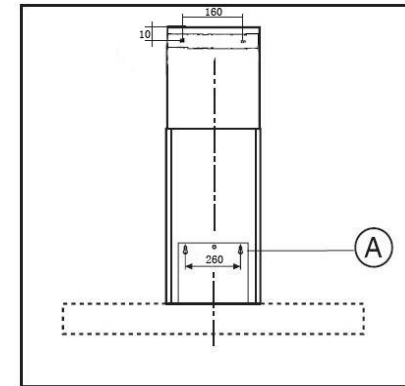

Fig.1
- Realice las dos perforaciones (fig.1) para colgar la campana coincidiendo con las dos perforaciones tipo “boca llave” que están cerca de la mitad del respaldo de la campana. Las perforaciones deben estar alineadas horizontalmente y separadas a 260 mm (A).